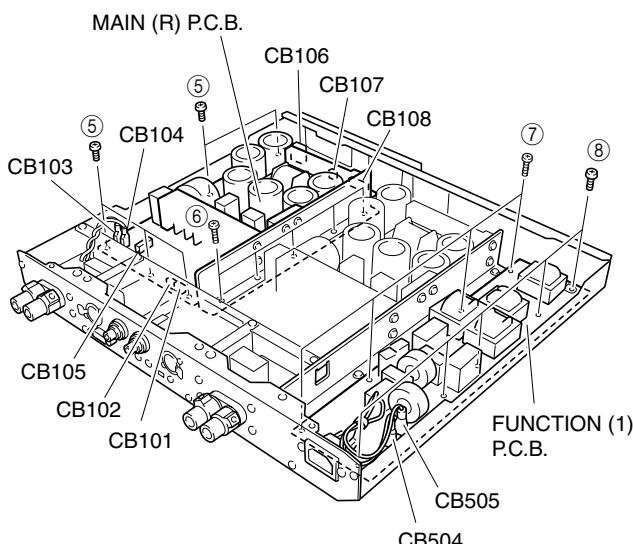
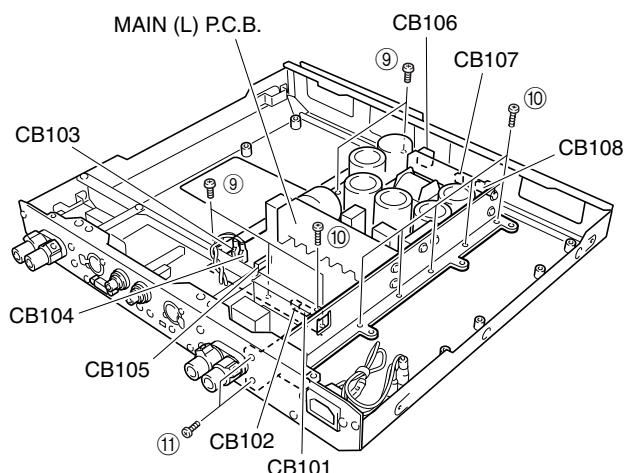

Fig. 3
Fig. 4
4. Removal of MAIN (R) P.C.B.
- Remove 5 screws (⑤) and 5 screws (⑥). (Fig. 3)
- Remove the connectors (CB101 to CB108) on the MAIN (R) P.C.B. (Fig. 3)
- Remove the MAIN (R) P.C.B. upward.
5. Removal of FUNCTION (1) P.C.B.
- Remove 4 screws (⑦) and 5 screws (⑧). (Fig. 3)
- Remove the connectors (CB504, CB505) on the FUNCTION (1) P.C.B. (Fig. 3)
- Remove the FUNCTION (1) P.C.B. upward.
6. Removal of MAIN (L) P.C.B.
- Remove 5 screws (⑨), 6 screws (⑩) and 2 screws (⑪). (Fig. 4)
- Remove the connectors (CB101 to CB108) on the MAIN (L) P.C.B. (Fig. 4)
- Release the angle catching the MAIN (L) P.C.B. and remove it upward.
4. MAIN (R) P.C.B.の外し方
- ⑤のネジ5本、⑥のネジ5本を外します。 (Fig. 3)
- MAIN (R) P.C.B.上のコネクター(CB101～CB108)を外します。 (Fig. 3)
- MAIN (R) P.C.B.を上方に取り外します。
5. FUNCTION (1) P.C.B.の外し方
- ⑦のネジ4本、⑧のネジ5本を外します。 (Fig. 3)
- FUNCTION (1) P.C.B.上のコネクター(CB504、CB505)を取り外します。 (Fig. 3)
- FUNCTION (1) P.C.B.を上方に取り外します。
6. MAIN (L) P.C.B.の外し方
- ⑨のネジ5本、⑩のネジ6本、⑪のネジ2本を外します。 (Fig. 4)
- MAIN(L) P.C.B.上のコネクター(CB101～CB108)を外します。 (Fig. 4)
- MAIN (L) P.C.B.をアングルの引っかかりをずらし、上方に取り外します。